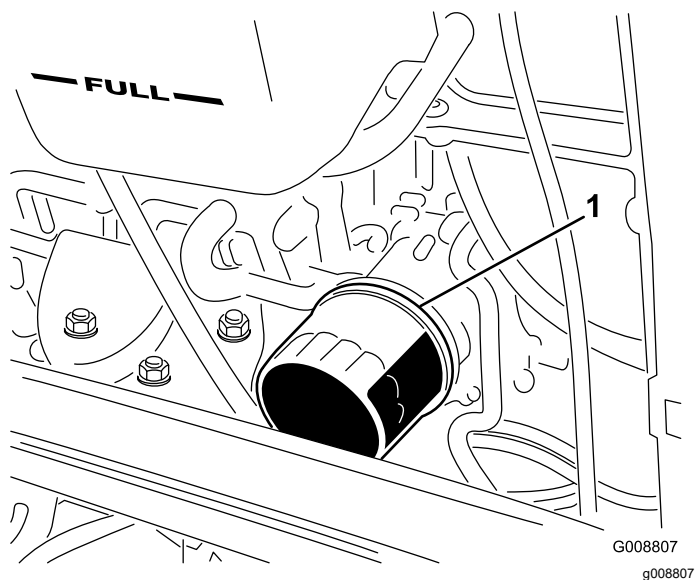

**Рисунок 92**
4. Снимите масляный фильтр (Рисунок 92).